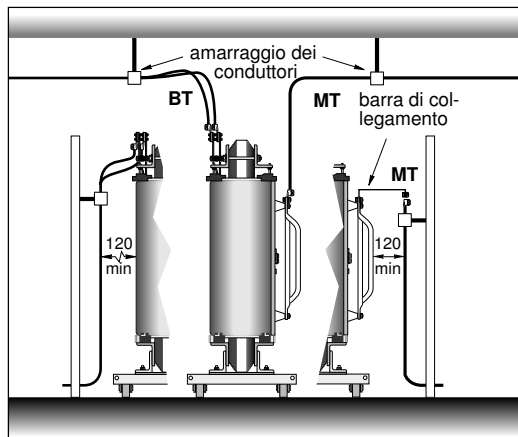

Figura 5 - collegamenti MT e BT.
■ collegamenti MT e BT (figura 5)
I cavi o i condotti sbarre devono essere opportunamente ammassati, in modo da evitare le sollecitazioni meccaniche sugli attacchi di BT e MT del trasformatore. Le partenze BT possono essere effettuate dall'alto o dal basso (figura 5).
È possibile effettuare un collegamento MT con un cavo proveniente dal basso, installando una barra supplementare come mostra la figura 5, non compresa nella fornitura.